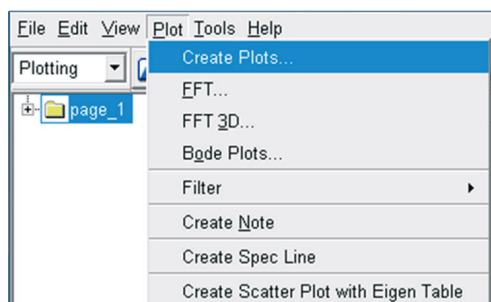

Figura 4.201 – Gerando gráficos.
- A janela *File Import* será aberta. No campo *Plot Configuration File*, digite: *mdids://private/plot\_configs.tbl/brake\_pull.plt* (Figura 4.201), ou clique com o botão direito do mouse nesse campo e o selecione no diretório de destino.